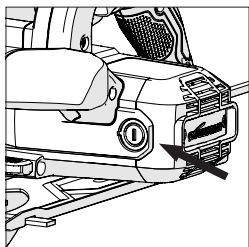

Fig. 18
- Svitare il tappo di plastica che si trova sul retro dell'alloggiamento motore. (Fig. 18) Fare attenzione perché il tappo è caricato a molla.